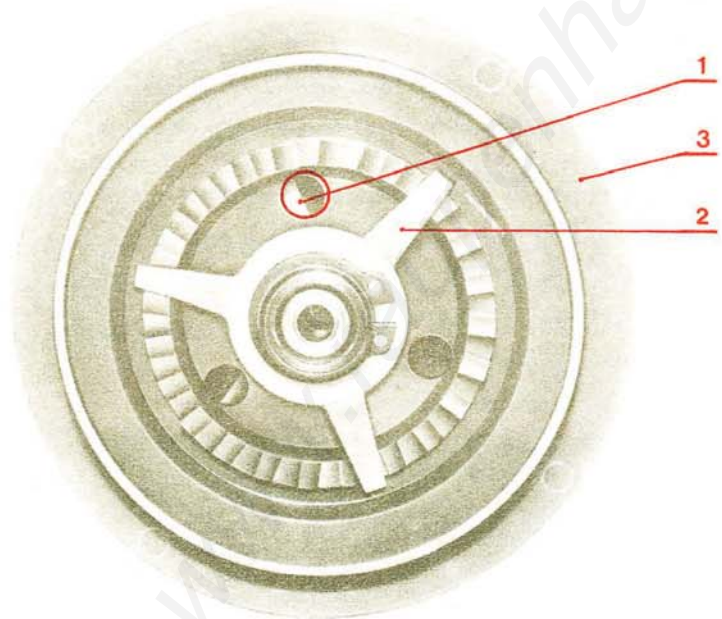

Bild 15
Für die Messungen wird eine Bandspule von 180 mm Durchmesser (Grösse "18") verwendet, eine Korrektur ist durch entsprechendes Verstellen der im Bild 15 gezeigten Kupplungsfeder (2) möglich.
Korrektur durch Einstellen der im Bild 15 gezeigten Feder (1).